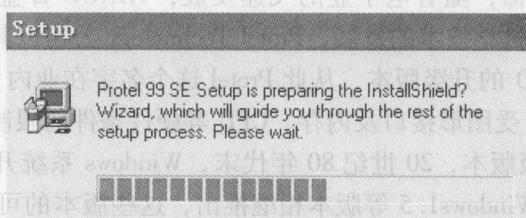

图 1-2 安装向导指示
(2) 在光盘中找到 Protel 99 Se 安装文件“Setup. exe”，双击“Setup. exe”图标即开始运行安装程序，出现如图 1-2 所示界面，提示用户按照安装向导的提示进行操作。